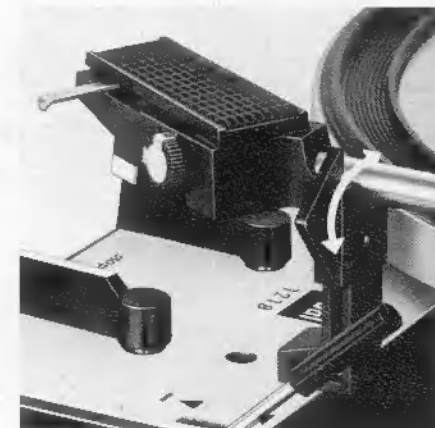

Fig. 9
Setzen Sie bitte die Mitlaufachse, bei 17 cm-Schallplatten erforderlichenfalls noch das Zentrierstück ein und legen Sie die gewünschte Schallplatte auf den Plattenteller. Dann wählen Sie die erforderliche Plattenteller-Drehzahl ②, stellen die Drehtaste ⑬ auf den Schallplattendurchmesser (17, 25 oder 30 cm, bzw. 7, 10 oder 12") ein und entriegeln den Tonarm (Fig. 9).
**Bemerkung:** Nach dem Spielen der Schallplatte oder der letzten Platte eines Stapels kehrt der Tonarm automatisch auf seine Stütze zurück. Das Gerät schaltet sich aus. Es empfiehlt sich, nach Beendigung des Spieles den Tonarm zu verriegeln (Fig. 9).